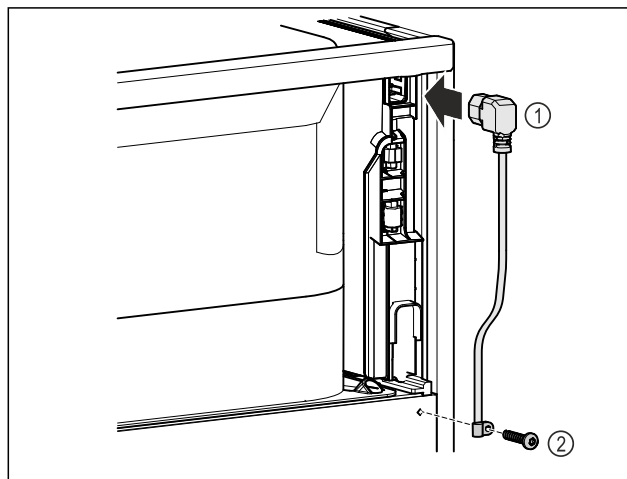

Fig. 11
- Pistke võrguühendusjuhtme Fig. 11 (1) külmutusseadme pesa seadme tagaküljel sisse.
- Monteerige tõmbetõkis. Fig. 11 (2)